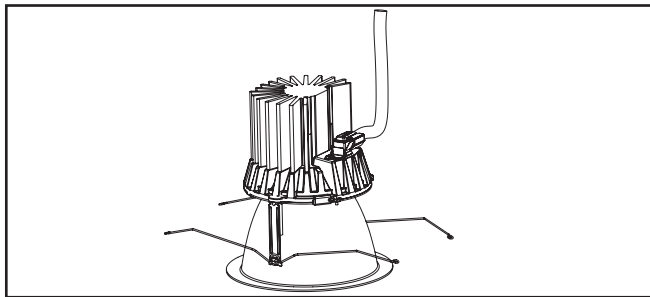

Figura 8
8. Asegúrese de que el conector esté debidamente adherido. (Figura 8.).